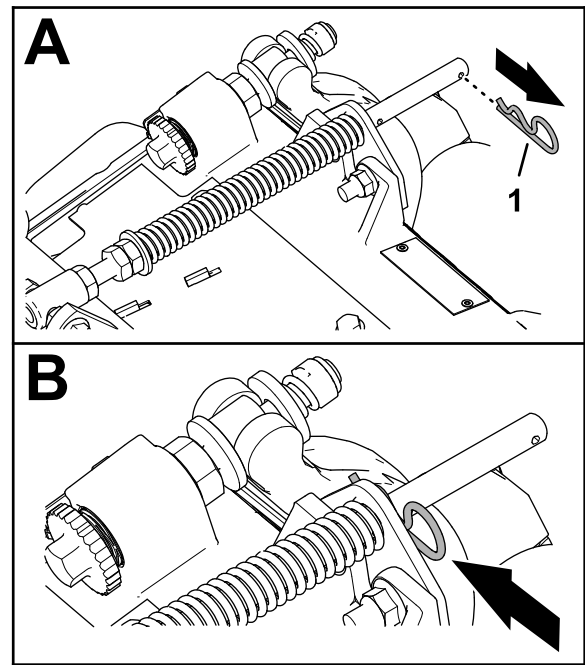

図 16
- 1. 補正スプリングのロッドの後穴にヘアピンが取り付けられている場合は、ヘアピンを外してブラケットの隣にある穴に移す 図 16。